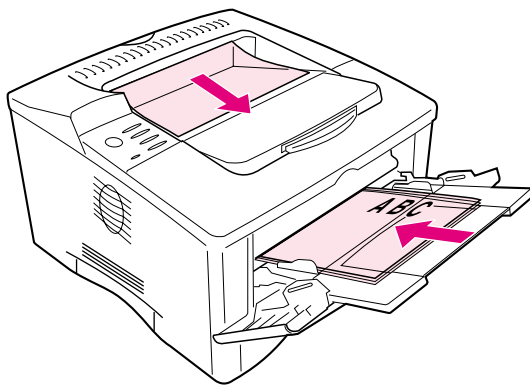
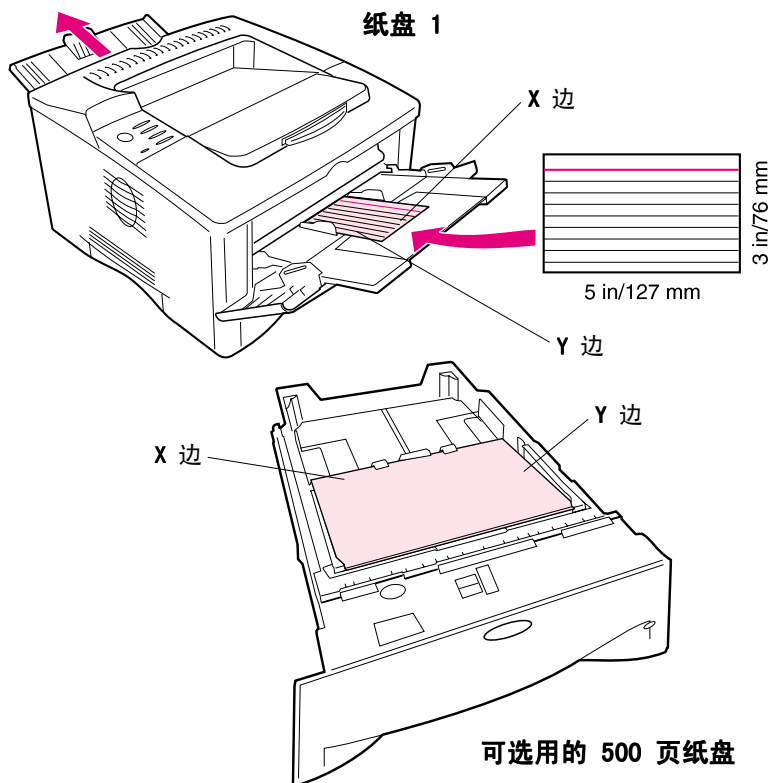

图 15 打印投影片
图 18 打印自定义尺寸的纸张
- 3 在“打印”菜单中，按照图 18 所示设置 X 方向尺寸 (纸的前边)。对于纸盘 1, X 边可以是 76 到 312 毫米 (3 到 12.28) 英寸；或者对于 500 页纸盘 (可选用), X 边可以是 148 到 297 毫米 (5.8 到 11.7 英寸)。按照图 15 所示设置 Y 方向尺寸 (纸的侧边)。对于纸盘 1, Y 边可以是 127 到 470 毫米 (5 到 18.5) 英寸；或者对于 500 页纸盘 (可选用), Y 边可以是 210 到 432 毫米 (8.2 到 17 英寸)。